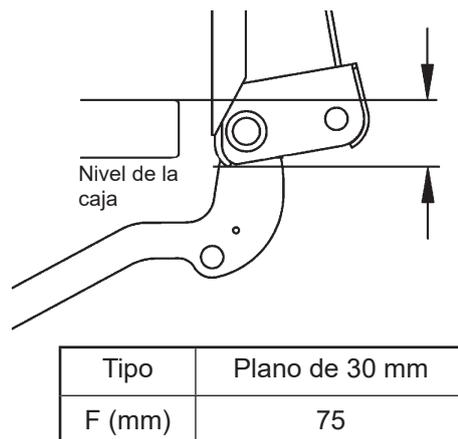

Figura 21. Monte la plataforma de elevación en los brazos
- Procediendo con cuidado, pruebe el funcionamiento del elevador elevándolo hasta el nivel de la caja e inclínelo hasta la posición vertical. Compruebe la posición en relación con el travesaño trasero y los montantes laterales del vehículo. Figura 21.